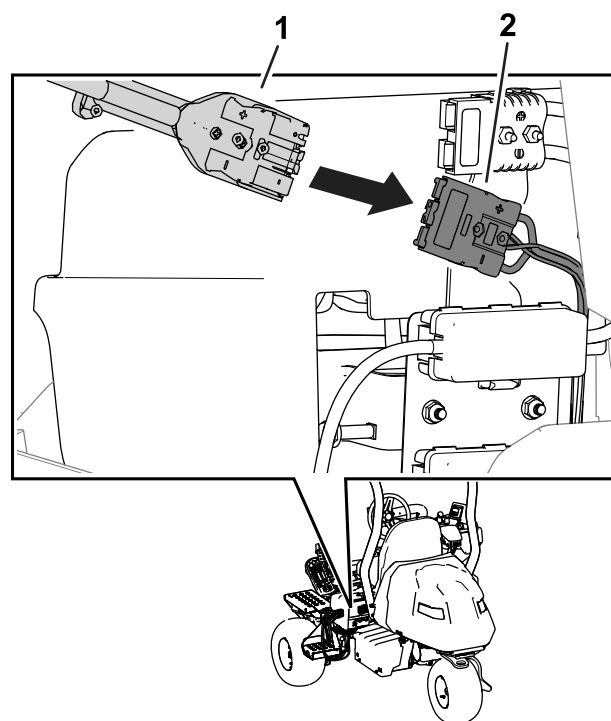

Figura 33
7. Deslice el conector de salida del cargador en el conector del cargador de la máquina (Figura 33).